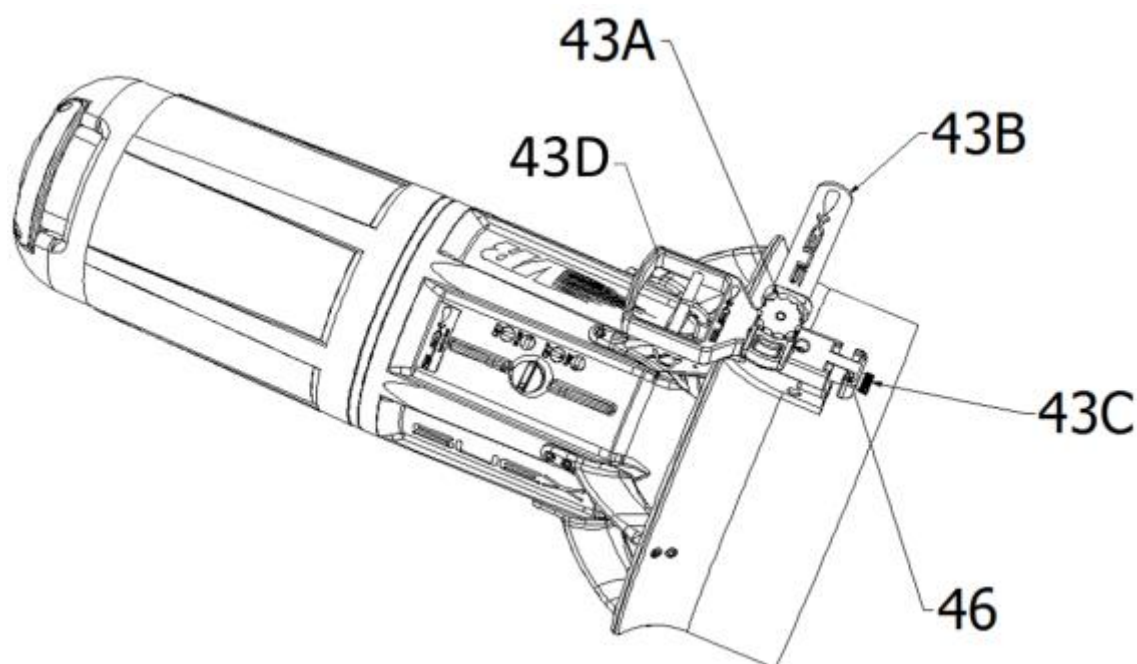

Fig.6 - Impugnatura girevole
Nel dispositivo di comando (Fig.6) troviamo: il grilletto (43D), un pomolo di fissaggio (43A) e una relativa vite di blocco pomolo, una maniglia (43B), un pomolo di fissaggio accessori (43C), due sedi per accessori (46).
Per quanto riguarda l'utilizzo, l'impugnatura può essere posizionata a destra (come nella Fig.6) o a sinistra.